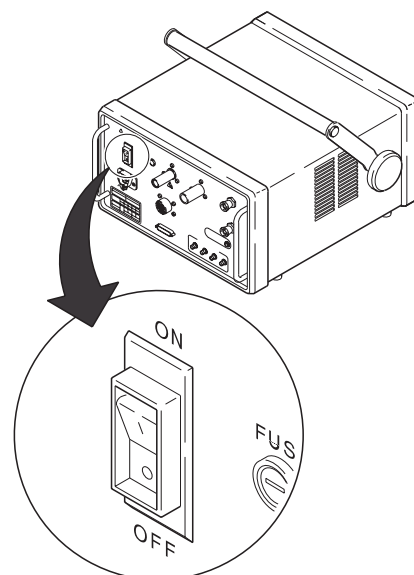

Figure 8 パワー・サプライの電源投入
5. 電源を ON にします。Fig.8 をご参照ください。